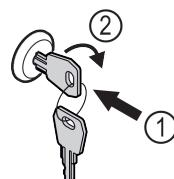

Fig. 162 Зображення для прикладу
- Вдавити ключ Fig. 162 (1).
- Повернути ключ на 90° проти годинникової стрілки Fig. 162 (2).
- Повернути ключ на 90° за годинниковою стрілкою Fig. 162 (2).